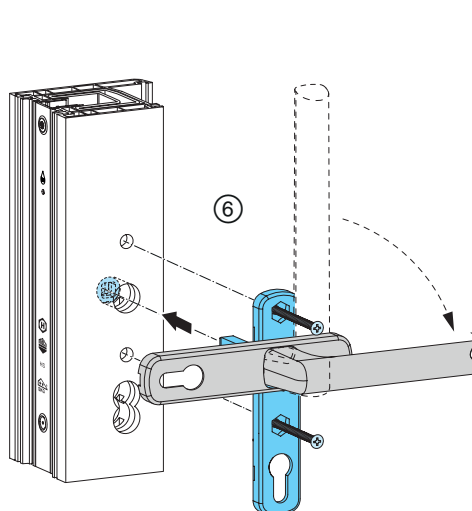

Abb. 39
- ⑥ Griff mit Griffrosette 90° verdrehen, Griffeneinheit mit Getriebe koppeln und mittels Senkkopfschrauben M6 x ... durch Getriebe mit Muschelgriff verschrauben; **Abb. 39**.